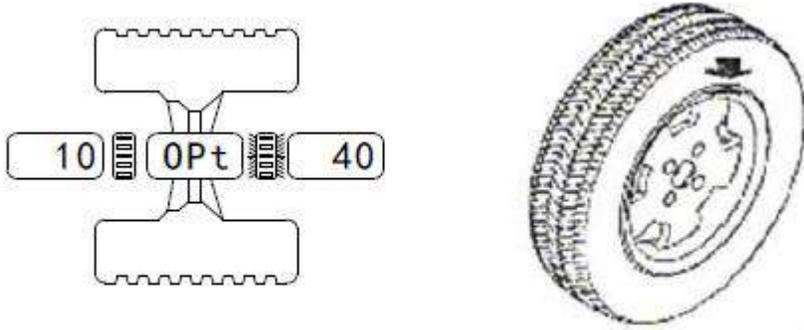

Fig. 3
4. Mueva la llanta lentamente en sentido anti horario, cuando el conjunto de LEDs de la derecha se prenda por completo esto indicará que se llegó a la posición angular correcta para colocar el contrapeso (posición 12 en punto) por fuera como en la fig. 3.